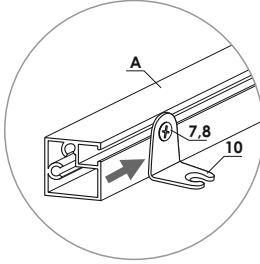

рис. 2.2
- 2.2 Вставьте гайку в паз детали А и проведите уголок до центра детали А (рис. 2.2);